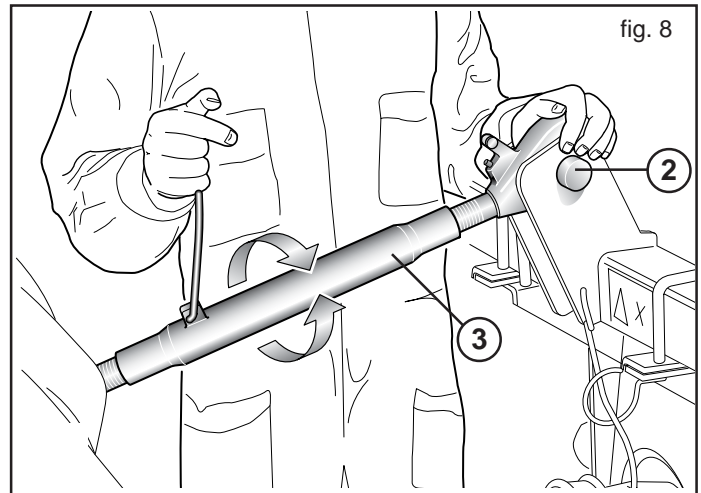
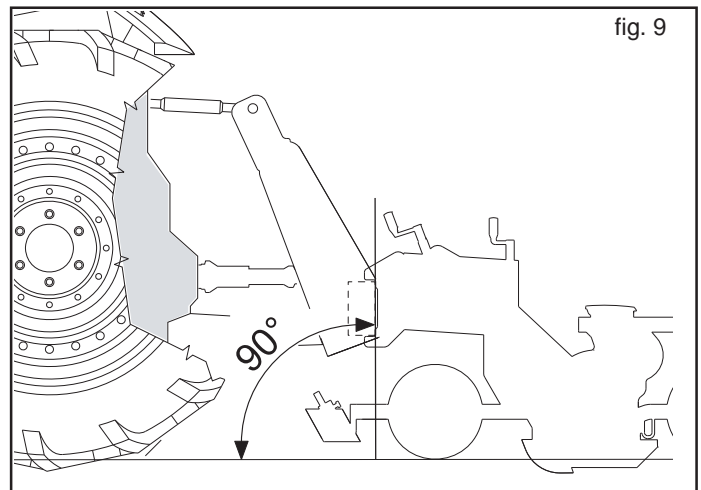

fig. 8
fig. 9
- 2) Collegare il terzo punto superiore (2, Fig. 8); la spina va bloccata con l'apposita copiglia; mediante il tirante di regolazione (3, Fig. 8) fare in modo che la seminatrice si sia perpendicolare al terreno (Fig. 9).